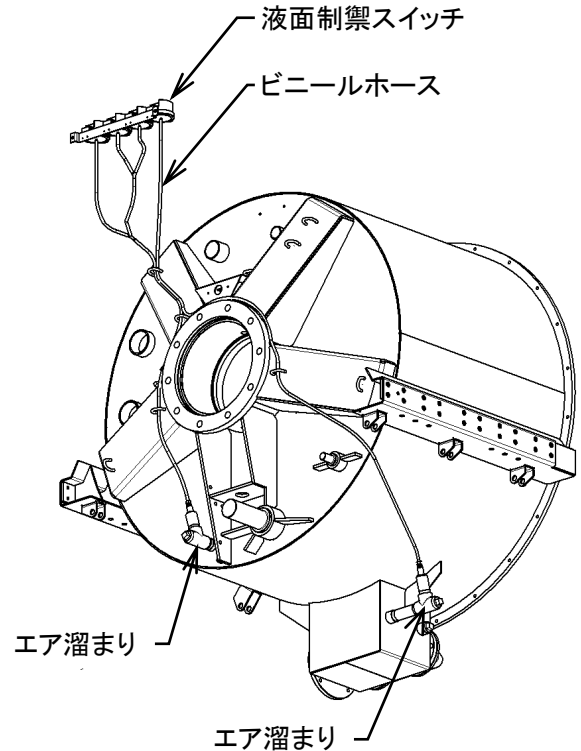
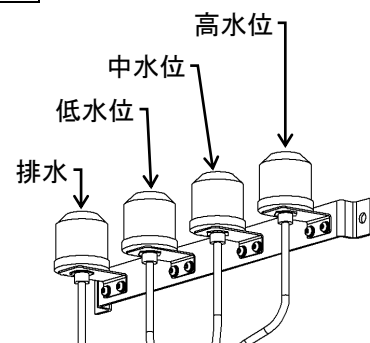

図 8-6
図 8-7
8. 3.4 液面制御スイッチ（図 8-6）
2) 液面制御スイッチの点検（図 8-6、図 8-7）